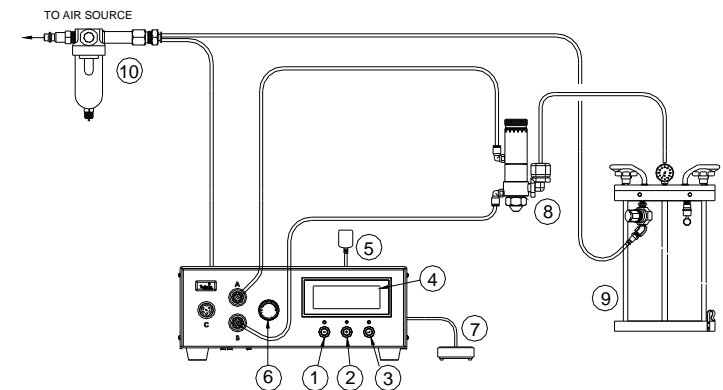

Figura 4.0
5.2.1 Conexión de la unidad: (Consulte la Figura 4.0)